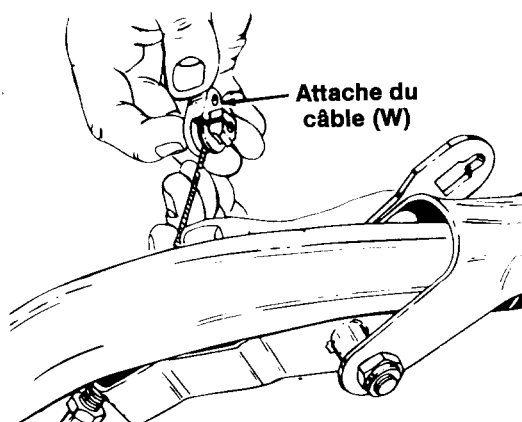

FIGURE 7
- b. Accrochez l'extrémité cylindrique du câble dans l'attache (W). Glissez le câble dans la fente, comme à la figure 7.